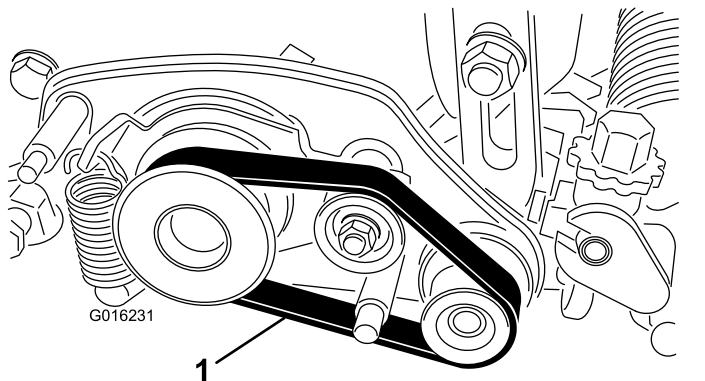

Figura 17
2. Inserte la correa sobre la polea motriz, la polea tensora y la polea arrastrada, según se muestra en la Figura 17.